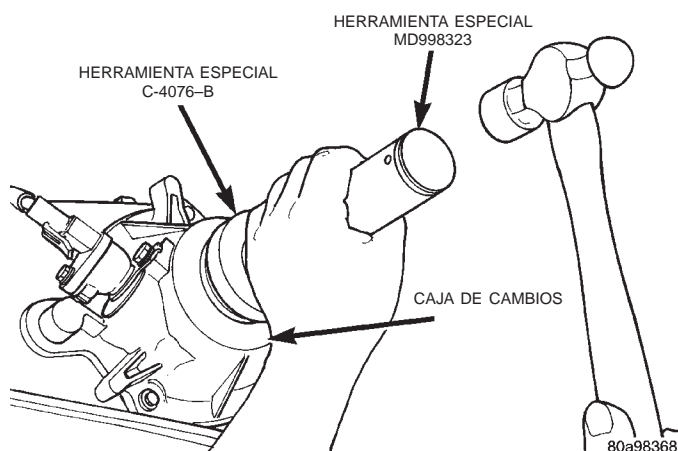

Fig. 78 Instalación de la junta trasera
(6) Deslice el instalador C-4076-B en el protector de junta con el lado ahuecado de la herramienta hacia la junta. Introduzca la junta en el retenedor de cojinete trasero con el instalador C-4076-B y el mango MD-998323 (Fig. 78).
(7) Instale el deflector trasero con el instalador C-4076-A y el mango MD-998323 (Fig. 78).